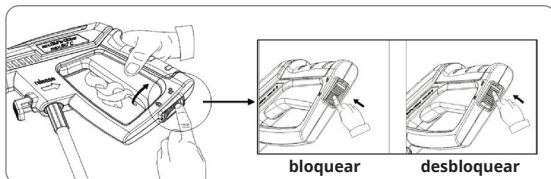

Fig. 15
1. Inserte la boquilla ajustable en la pistola y empujela hacia adelante en el modo de baja presión (fig. 15).